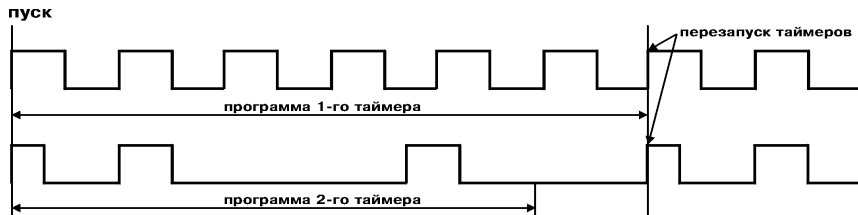

Рис. 16
3.1.7.3. При «**rEst**»=2 оба таймера перезапустятся после окончания выполнения программы первого таймера (рис. 16).